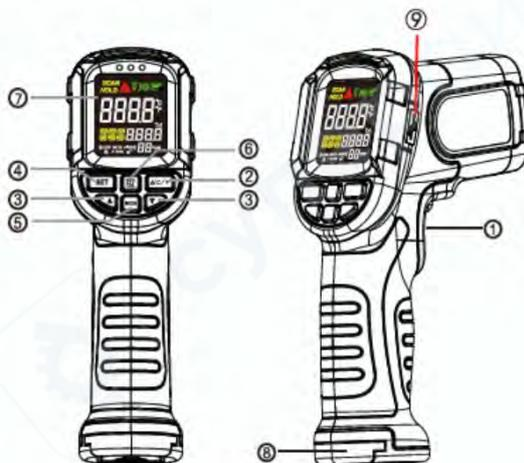

Рисунок 5
3. Кнопки и функции (см. Рисунок 5)
1) Название кнопок (Рисунок 5):
2) Функции (Рисунок 5)
① **Кнопка включения/измерения:** При нажатии кнопки включения/измерения включится экран, повторно нажмите на кнопку для отображения текущего значения температуры, на экране отобразится значок SCAN. Отпустите кнопку, после чего на экране отобразится значок HOLD и полученное значение температуры, данные сохранятся автоматически. Прибор автоматически отключится через 20 секунд бездействия.
② **▲ °C/°F:** Для переключения между единицами измерения °C/°F нажмите и удерживайте кнопку в течение 3-х секунд.